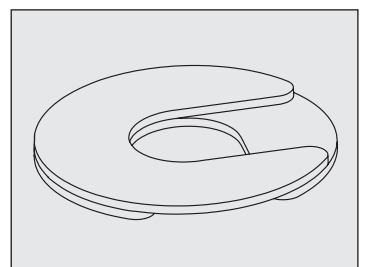

Fig. 10. Installez plusieurs cales avec des fentes décalées.
- Si plusieurs cales sont utilisées, veillez à ce que les rainures des cales soient décalées. Voir fig. 10.
- **N'UTILISEZ PAS** plus de quatre (4) cales sur une roulette.